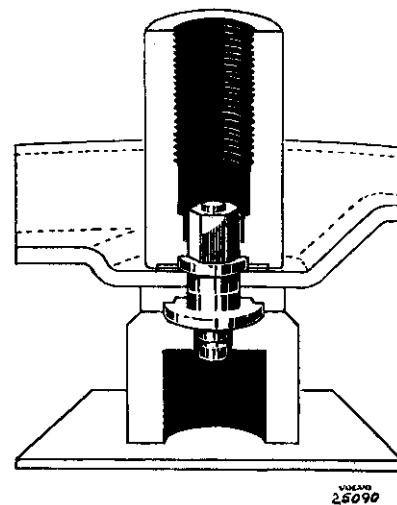

Abb. 24 Zusammenpressen
3. Werkzeug drehen und auf dem Bolzen zentrieren. Prüfen, ob das Werkzeug mit dem Bolzen fluchtet. Alle Teile mit dem Werkzeug zusammenpressen, siehe Abb. 24. Bei einem maximalen Druck von 8 t, Presse abstellen. Durch Drehen des Werkzeuges prüfen, ob der Bolzen sich nicht zu leicht bewegt. Falls er sich zu leicht bewegt, mehr Druck anwenden.